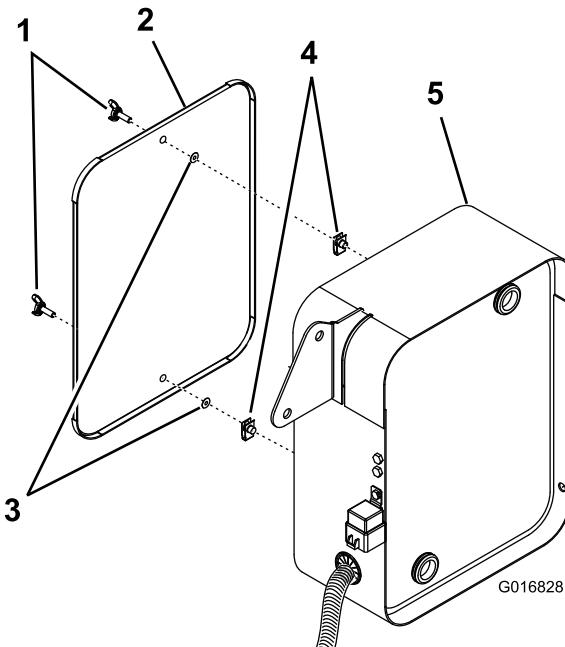

図 6
- 各油圧ホースのうち、接続されていない端部を、それぞれ油圧ラインとマニホールドロックに接続する (図 6)。
5. オイルクーラサポートに、スクリーンを取り付ける；蝶ねじ2本、リテーナナット2個、クリップ2本を使用する（図6）。